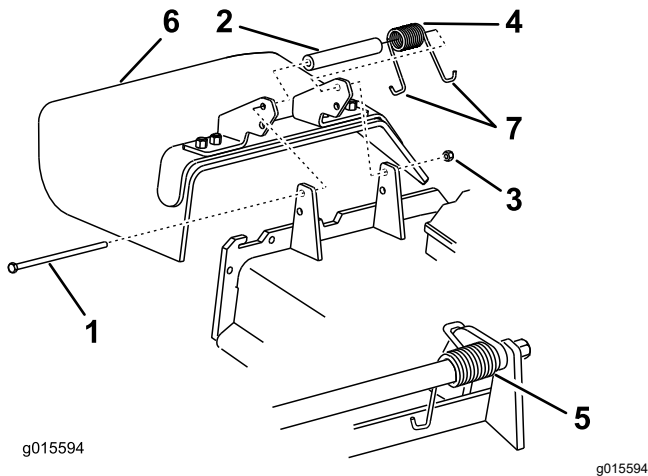

Figure 91
1. Retirez le contre-écrou, le boulon, le ressort et l'entretoise qui fixent le déflecteur aux supports de pivot (Figure 91).
2. Déposez le déflecteur d'herbe s'il est endommagé ou usé (Figure 91).
Remarque: Prenez soin de placer une extrémité en J du ressort derrière le bord du plateau avant de mettre le boulon en place, comme montré à la Figure 91.
6. Accrochez 1 extrémité en J du ressort au déflecteur d'herbe (Figure 91).